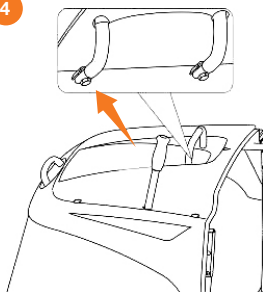

Рис. 12
- Для удобства обслуживания травосборник укомплектован дополнительной ручкой, вставьте её через защитную панель и закрепите изнутри при помощи двух винтов (Рис. 12).